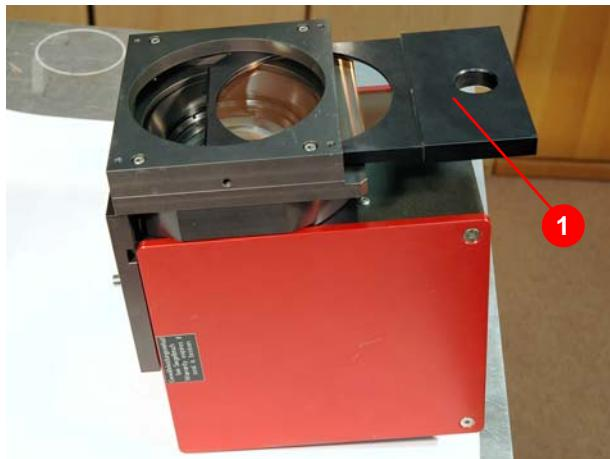

Abbildung 5.4 Schutzglas herausziehen
5. Schutzglas (1) (Abbildung 5.4) herausziehen.